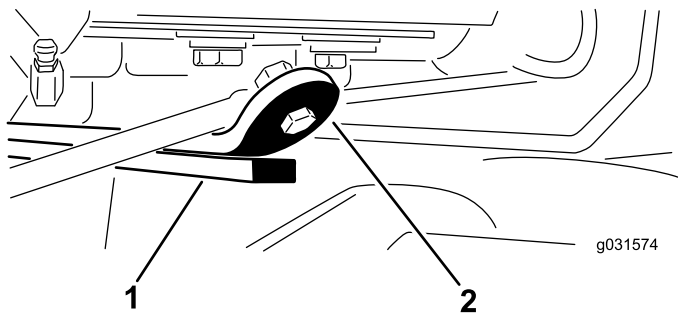

Figura 15
3. Arranque el motor, eleve las unidades de corte y compruebe que la holgura entre la pletina que está encima de la barra de desgaste de la unidad de corte trasera y la pletina de amortiguación es de 0.51 a 2.54 mm (0.02 a 0.10"), como se muestra en la Figura 15.